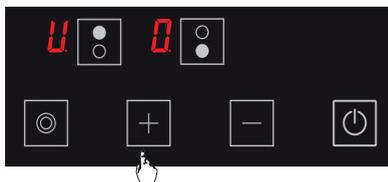

Figure 10
3. Puis, appuyez sur la touche **+** une fois. Par cette action, l'icône **H** sera affichée dans la plaque de cuisson pertinente. (voir Fig. 10) Donc, la fonction Maintien au chaud sera activée.